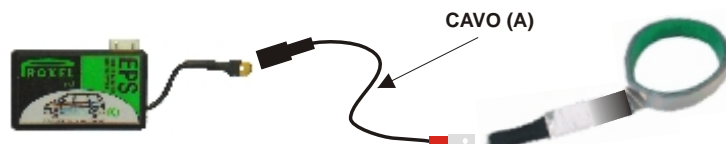

Fig. 5
- a) Individuare il gruppo ottico dove è presente la lampada di retromarcia, trovare un possibile foro (tappi in gomma) di passaggio dal vano bagagli verso l'esterno per potervi portare il cavo nero (A) che poi verrà collegato al sensore antenna (Fig. 5).
- b) Far passare il cavo (A) nel foro precedentemente individuato in modo che il fast-on femmina con il coprifast-on rimanga all'interno del vano bagagli.
- c) Applicare il fast-on maschio all'altra estremità del cavo (A) (Fig. 5)